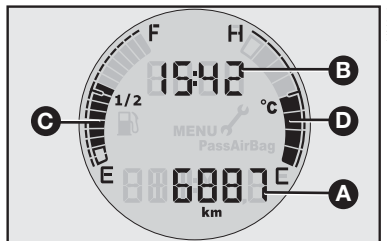

fig. 41
INFORMAÇÕES NO DISPLAY - fig. 41
- Relógio (**B**-fig. 41);
- Hodômetro total (**A**-fig. 41);
- Indicação do nível de combustível (**C**-fig. 41);
- Indicação da temperatura do líquido de arrefecimento do motor - **D**-fig. 41 (algumas versões);